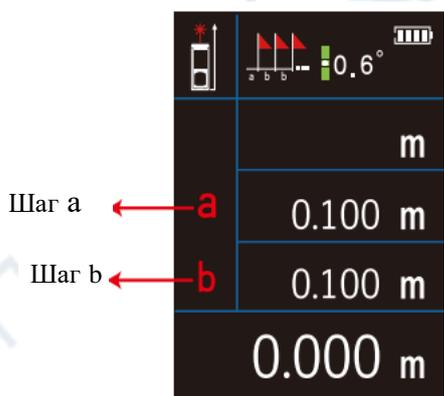

Рисунок 4
1. Войдите в режим разметки: зажмите кнопку , пока не появится рабочий дисплей (см. рисунок 4).
После включения функции разметки на дисплее (рисунок 4) будет мигать строка с шагом a . С помощью кнопок  установите значение шага b (при зажатии кнопок  значение шага изменяется быстрее). После установки шага нажмите , чтобы сохранить значение b .